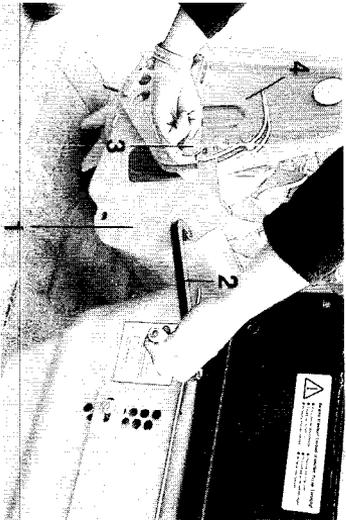
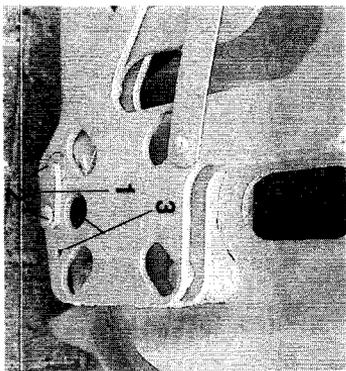

Fig. 9.3
Fig. 9.4
Die Planierschiene (Fig. 9.3/1) beseitigt geringe eventuell noch vorhandene Bodenunebenheiten vor der Zahnpackerwalze. Gleichzeitig wird der aufgelockerte Boden vor der Zahnpackerwalze von der Planierschiene vorverfestigt. Dadurch wird der Schlupf der Zahnpackerwalze reduziert. Die Gefahr, daß die Zahnpackerwalze auf extrem losen, trockenen und leichten Böden stehenbleibt, wird durch die Planierschiene beseitigt.
Planierschiene so einzustellen, daß auflaufende Erdwälle die Planierschiene maximal bis zur Hälfte bedecken. Zum Einstellen kann die Abdrehkurbel der Sämaschine (Fig. 9.3/2) benutzt werden. Mit der Abdrehkurbel ist die Planierschiene kurz anzuheben. Der rechte und linke Einstellhebel (Fig. 9.3/3) ist aus dem Stellsegment (Fig. 9.3/4) herauszuziehen und in der gewünschten Höhe wieder einzustecken.
Wichtig! Einstellhebel (Fig. 9.3/3) nur so in das Stellsegment einstecken, daß die Planierschiene während der Arbeit Hindernissen nach **oben** ausweichen kann. Kontrollieren Sie auch regelmäßig, ob die Lagerung (Fig. 9.4/2) der Planierschiene leichtgängig ist. Im Verstellsegment muß sich die Planierschiene **leicht nach oben** hin bewegen können.
- Bohrungen (Fig. 9.4/2) für Packerwalzen PW 500,
- Bohrungen (Fig. 9.4/3) für Packerwalzen PW 420.